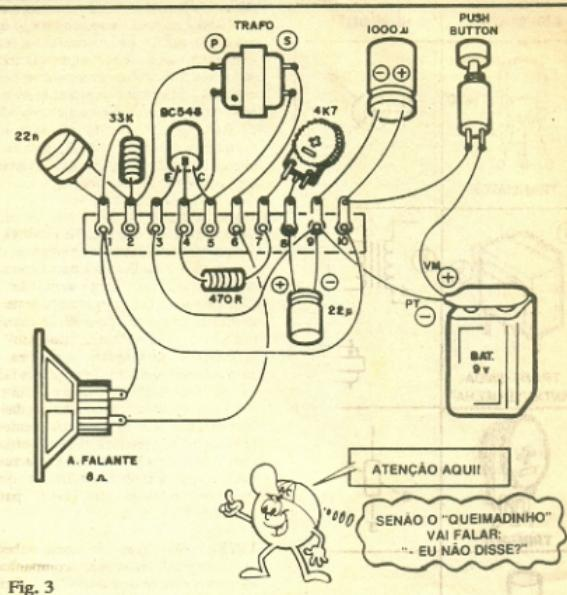

Fig. 3
- FIG. 3 - "Chapeado" da montagem (vista real das peças e suas interligações, sobre a "ponte" de terminais...). Atenção às ligações do transistor, transformador, polaridade dos capacitores eletrolíticos e da alimentação (fios que vêm da bateria). Aqui valem os "truques" já enumerados nas "Aulas" e "Lições" anteriores, que facilitam a montagem e previnem erros, inversões e "esquecimentos":